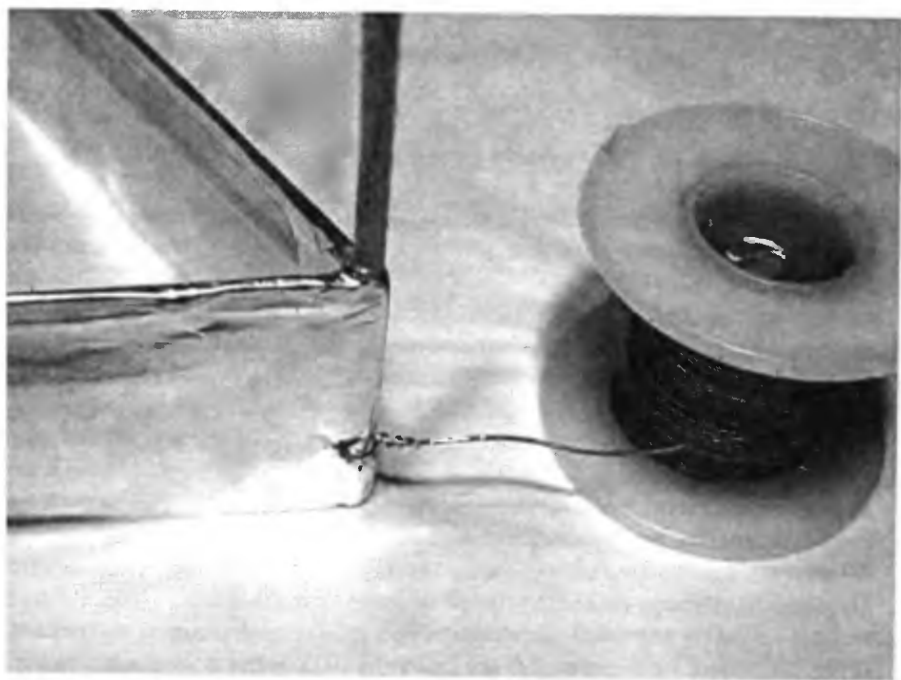

Рис. 1.18. Подсоединение провода «земля»
8. Присоедините к фольге провод «земля» (рис. 1.18). Проделайте маленькое отверстие в корпусе из фольги и пропустите через него провод, как это показано на рисунке. Отверстие должно располагаться у опоры так, чтобы она поддерживала провод. Часть провода, которая осуществляет контакт с фольгой, должна быть обязательно очищена от эмалевой изоляции. Это необходимо для правильной работы. Длина провода – примерно 60 см, соедините другой конец провода с «землей» источника питания.